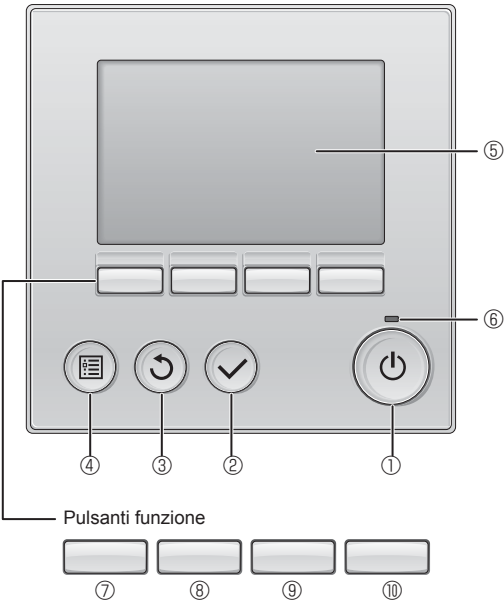

Fig. 6-1
6.2.1. Uso del comando a distanza con filo (Fig. 6-1)
- ① **Pulsante [ON/OFF]**